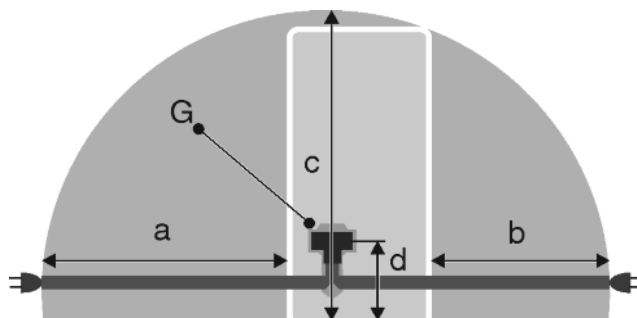

Fig. 52
- A konnektor a készülék hátoldali területén kívül helyezkedik el a megadott tartományban. Fig. 52 (a, b, c)
- Dugja be a csatlakozót Fig. 52 (G) a készülék hátoldalába. Figyeljen a megfelelő bekattanásra.